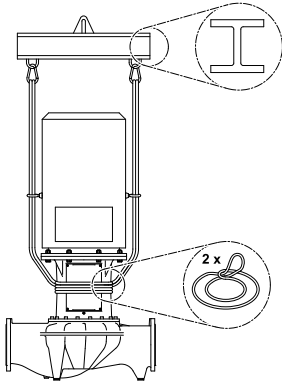

Fig. 32: Поставяне на товарни примки
- За повдигане с кран помпата трябва да бъде обхваната с подходящи колани, както е показано на (Fig. 32/33). Поставете помпата в клуповите, които се затягат от собственото тегло на помпата.